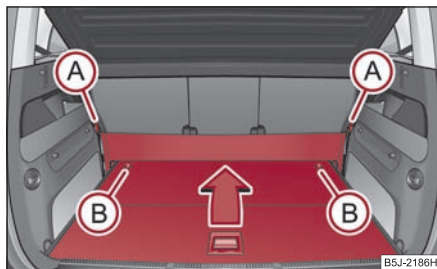

Fig. 82 Portbagajul: plierea podelei variabile
- Desprindeți curelușele (A) ⇒ fig. 82 peretelui despărțitor elastic, din punctele de fixare.
- Prin rotirea bolțului de siguranță (B) cca. 180° spre stânga, deblocați podeaua ⇒ fig. 82.
- Prin rotirea bolțului de siguranță (B) ⇒ fig. 82 cca. 180° spre dreapta, blocați podeaua.